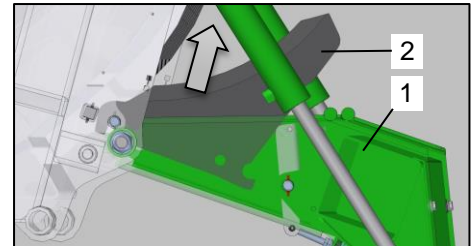

Bild 118: Vorbereitung
- Schwenken Sie das Schneidwerk (Bild 118 / Pos. 1) mittels der maschinenseitigen Steuerung komplett aus.
- Entnehmen Sie die Messer (Bild 118 / Pos. 2).